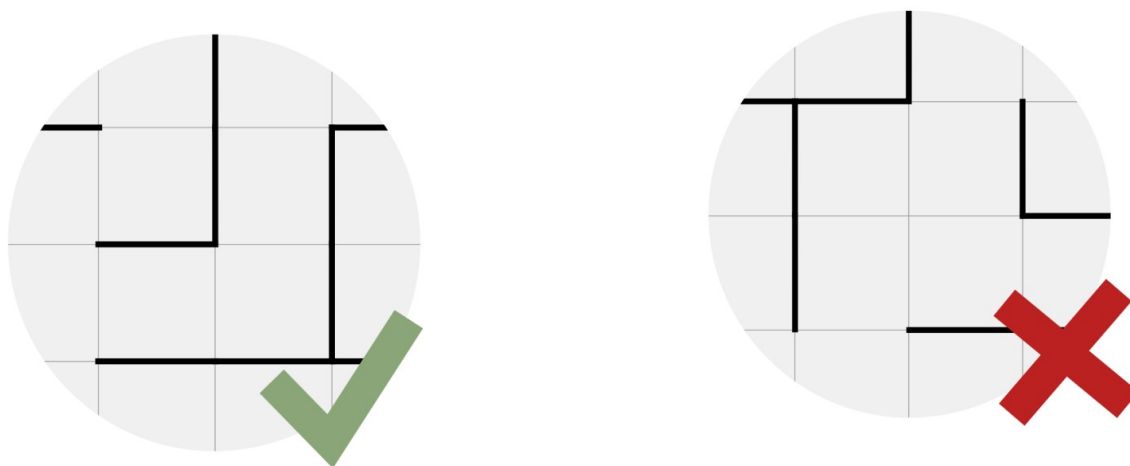

Рис. 2. К п. 2.2.3: а) допустимая конфигурация стенок; б) недопустимая конфигурация стенок – внутри квадрата из четырёх ячеек нет ни одной стенки.
- 2.2.3. внутри любого квадрата из четырёх ячеек находится хотя бы одна стенка (см. рис. 2).